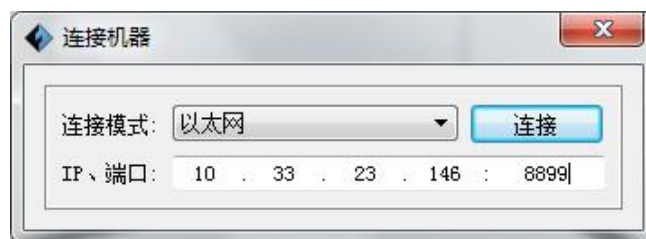

图 6-39
- c. 点击菜单栏中的[打印]-[连接]，在弹出的连接机器对话框中，（图 6-39）选择以太网作为连接模式，并在 IP 端口栏输入打印机界面显示的 IP 地址，再点击连接按钮。